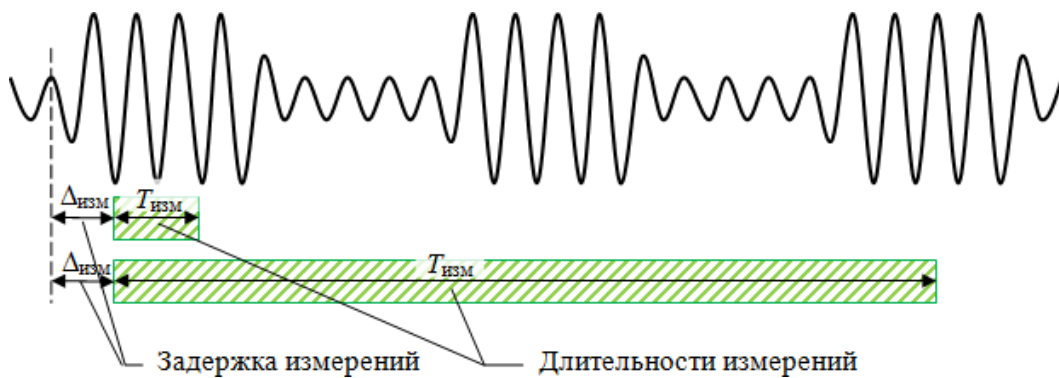

Рисунок 7.38 – Измерение в «импульсном» режиме
- «импульсный» режим (здесь и далее название данного режима взято в кавычки для отличия от импульсного режима измерений в целом) измерения S-параметров за серию импульсов или в пределах одного импульса в зависимости от длительности радиоимпульса и времени измерения (рисунок 7.38);